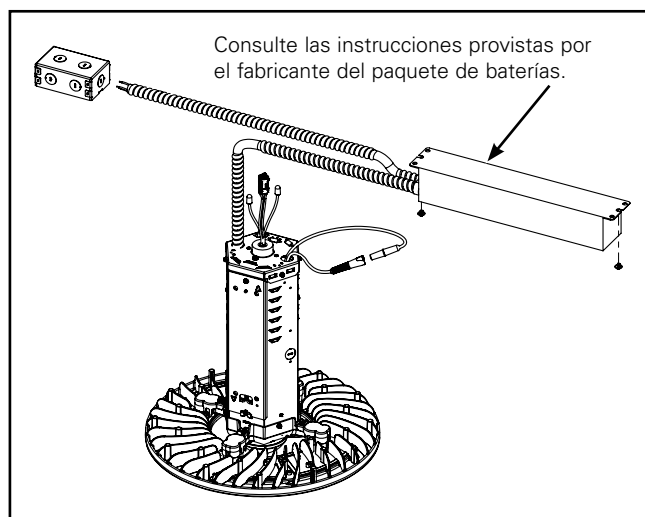

Figura 5.
1. Monte la luminaria y el paquete de baterías remoto (use los implementos adecuados para instalar la estructura de las baterías, no provistos con el accesorio) (Figura 5).